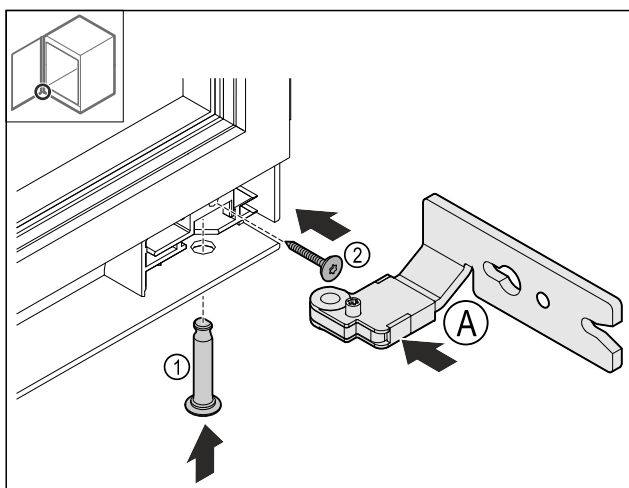

Fig. 27
- Vložte spodní závěs Fig. 27 (A).
- Nasadíte a pevně držete čep Fig. 27 (1).
- Pevně držete šroub Fig. 27 (2).